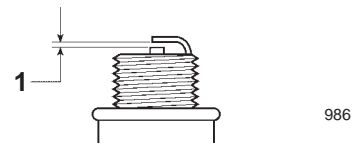

Figure 18
4. Réglez l'écartement des électrodes de la bougie neuve à 0,50 mm (0,020") (Fig. 18).